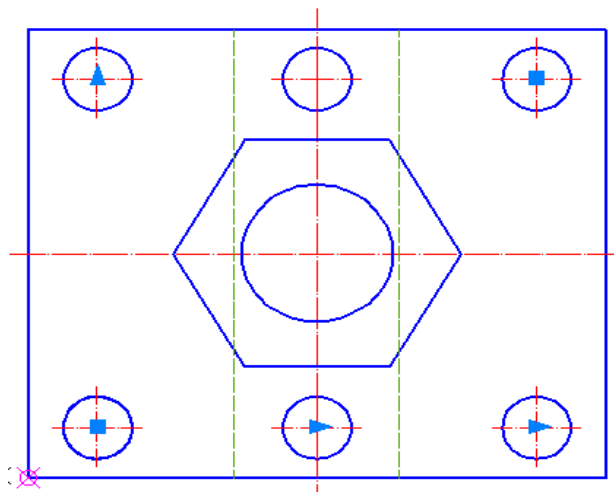

Рис. 81. Использование команды **Массив**
3.7. Выполнить копирование окружности с помощью команд **Редактирование** → **Массив** → **Прямоугольный** (см. подр. 3.2.4). В процессе построения можно выбрать объекты копирования до обращения к команде **Массив**, затем необходимо выбрать опции и ответить на запросы программы (см. рис. 81):